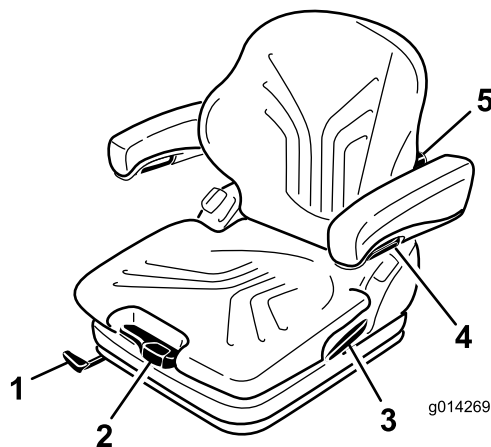

図 16
そして、体重調整レバーを使って、運転する人の体重に合わせて調整します(図 16)。
1. 調整は、レバーを引き上げてシートのロックを解除して行います(図 16)。
調整ノブを上に戻すと背もたれの上部の湾曲の調整ができます。調整ノブを下に戻すと背もたれの下部の湾曲の調整ができます(図 16)。
アームレストの高さを調整するには、カバーについている丸いキャップ(図 16)を外し、裏側にある六角ナット(13 mm)をゆるめて高さを調整し、その位置でナットを締めつけます。ナットにキャップを取り付けます。
アームレストの角度はノブを回して調整します(図 16)。
ロックレバーを引いてバックレストキャッチを外します(図 16)。この時、背もたれにもたれかかるなどして力を掛けないようにしてください。